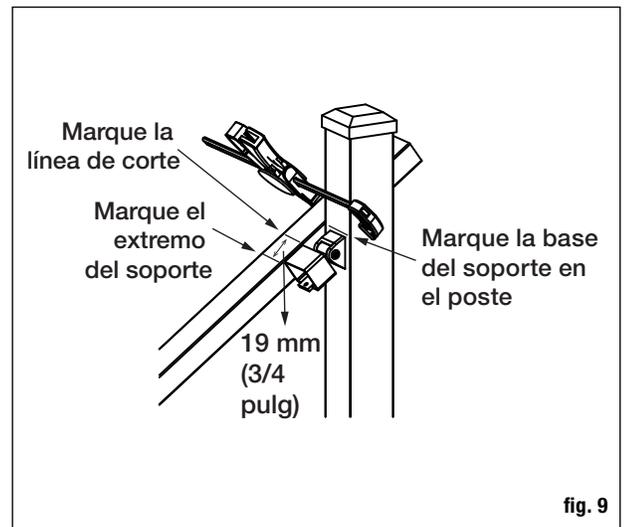

fig. 9
Paso 4: Coloque el soporte giratorio en su lugar sobre el barandal con abrazaderas. Marque el barandal al extremo del soporte, sume 1.9 cm (3/4 pulg.) y haga una segunda marca para cortar. Marque el poste a lo largo de la parte superior o inferior de la base del soporte (**fig. 9**). Repita en las ubicaciones del otro soporte y poste. Corte los barandales superior e inferior a la longitud indicada con una sierra ingletadora o circular con hoja de puntas de carburo. **Nota: la distancia del extremo del barandal superior al primer balaustre de la escalera será 27 mm (1-1/16 pulg.) más larga que la del barandal inferior, para garantizar que los balaustres estén verticales.**
Paso 5: Separe las bases de soportes y las cubiertas laterales del conjunto del soporte. Coloque el lado frontal de los soportes (B-1, B-2) sobre los barandales y marque la ubicación de los agujeros de tornillos en los barandales. Pretaladre solamente el barandal, utilizando una broca de taladro de 3 mm (1/8 pulg.). Fije las copas de barandal a los barandales usando los (2) tornillos de cabeza cilíndrica #10 x 2.5 cm (1 pulg.) (B-10) incluidos.
Paso 6: Sujetando las bases de los soportes en los postes, en los lugares marcados previamente, transfiera la ubicación de los agujeros de tornillos de cada base de soporte (B-3) al poste. Nota: incluya la cubierta lateral del soporte (B-4) para determinar la ubicación del centro. Taladre solamente el poste, utilizando una broca de 3 mm (1/8 pulg.). Coloque la base de cada soporte, con el lado de la cubierta del soporte volteando hacia las escaleras, y fíjela al poste con los (2) tornillos de cabeza plana autorroscantes #10 x 2.5 cm (1 pulg.) (B-11) incluidos.